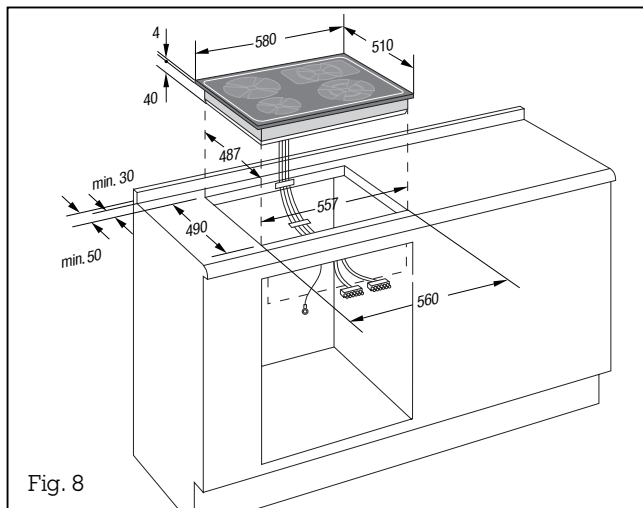

Fig. 8
Cette table de cuisson correspond à la **classe de chaleur Y** et doit être encastrée dans un meuble conformément au croquis (Fig. 8).
- Réalisez la découpe nécessaire, en vous aidant du schéma de montage et du tableau des cotes (fig. 8).